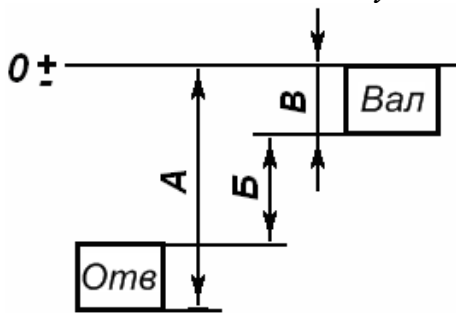

Рис. 1.13. Ескіз до запитання
77. За наведеною схемою полів допусків отвору і вала (рис. 1.13) визначити, які величини позначені буквами **A**, **B** і **B**.